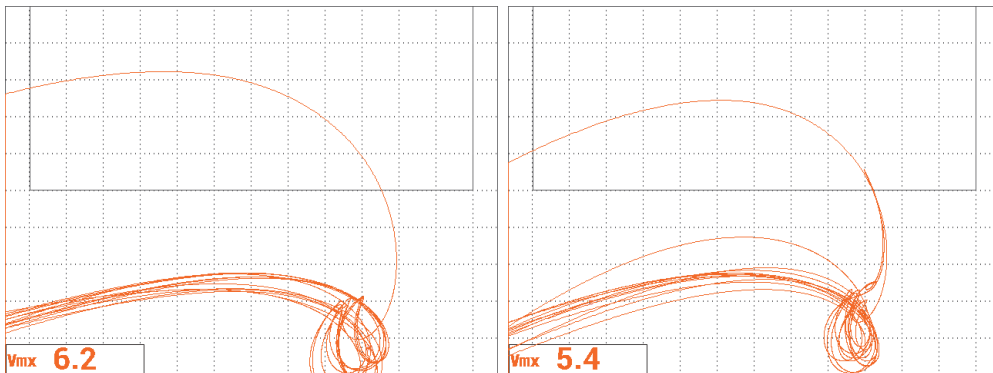

Abbildung 5-132 Prüfergebnisse für zwei Nietlochreihen
36. Halten Sie die Sonde an Position 1 und führen Sie den letzten Scan von den beiden Flugzeugnietenreihen (siehe Abbildung 5-132 auf Seite 236).